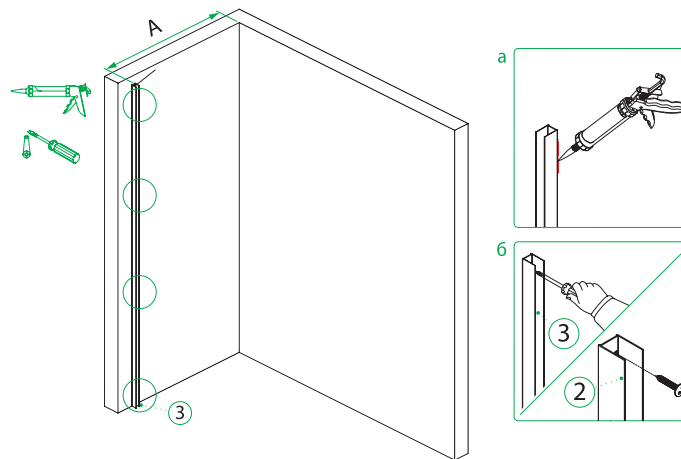

Рис. 7/7-сур.
4. Приложите пристенный профиль (предварительно обработанный санитарным силиконовым герметиком со стороны стены, для полной герметизации, рис. 7-а) и зафиксируйте их с помощью шурупов (рис. 7-б).